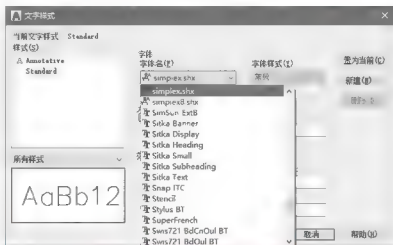

图 3.4 选择“simplex.shx”字体
(2) 将【Standard】文字样式的字体修改为“simplex.shx”。
① 确认中文输入法已经关闭后, 打开【字体名】下拉列表, 输入“S”, 此时字体名自动滚动到“simplex.shx”选项, 如图 3.4 所示。然后选中该字体。